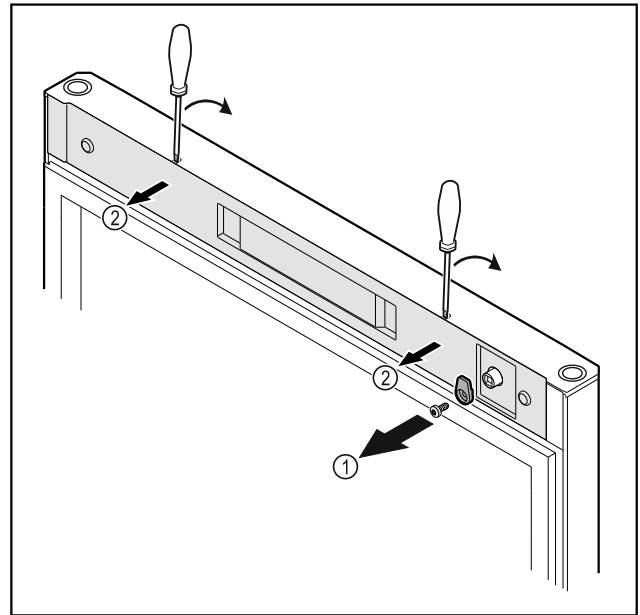

Fig. 16
- Desatornillar el gancho de cierre Fig. 16 (1).
- Desencajar la cubierta Fig. 16 (2) con un destornillador pequeño y retirarla.